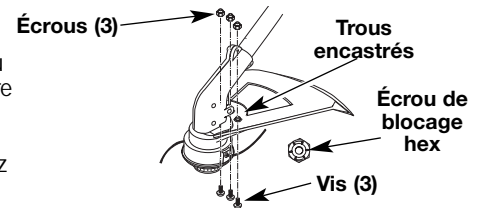

Fig. 3
encastré, sur le dessus du protecteur d'accessoire de coupe (Fig. 3).
3. Introduisez une vis dans le trou du bas du protecteur d'accessoire de coupe. Vissez-la dans l'écrou posé à l'étape 2 (Fig. 3). Évitez de serrer.